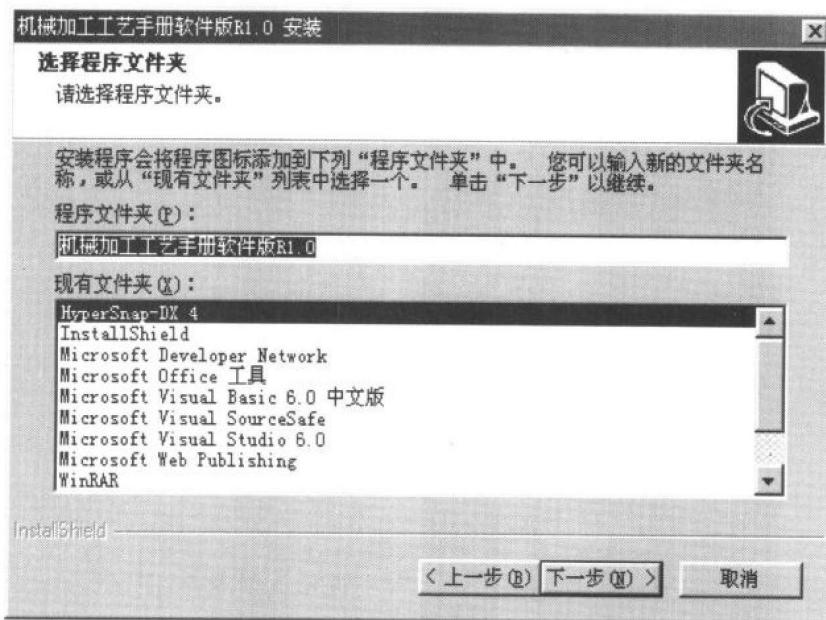

图 1.7 选择程序文件夹界面
7) 单击“下一步”按钮，出现选择程序文件夹界面（图 1.7），您可以输入新的文件夹名，或从现有文件夹列表中选择一个，单击“下一步”继续进行后续安装。